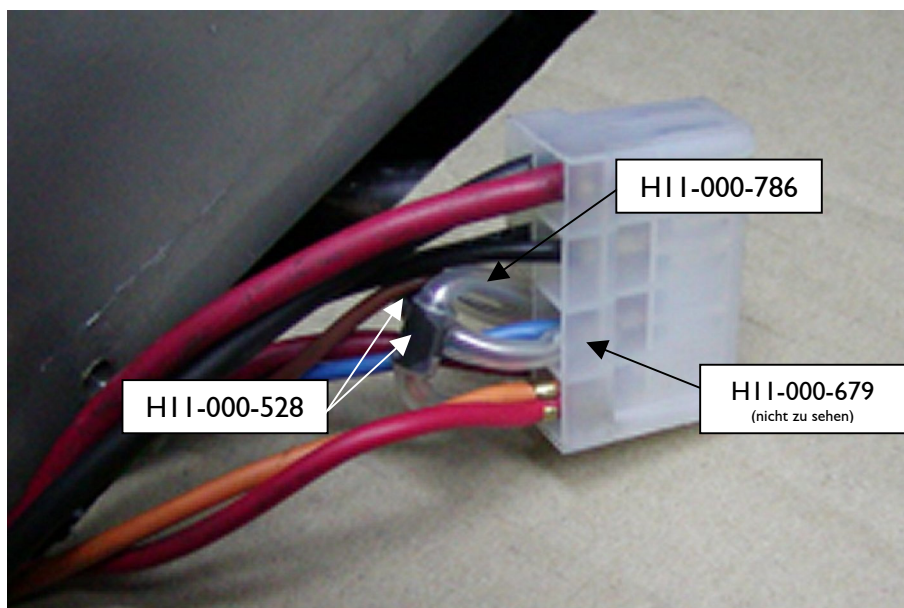

Bild 2
2. Löschdioden wie aus Bild 2 ersichtlich am Stecker P4 anbringen (Siehe Schaltplan Pos. D8 und D9).